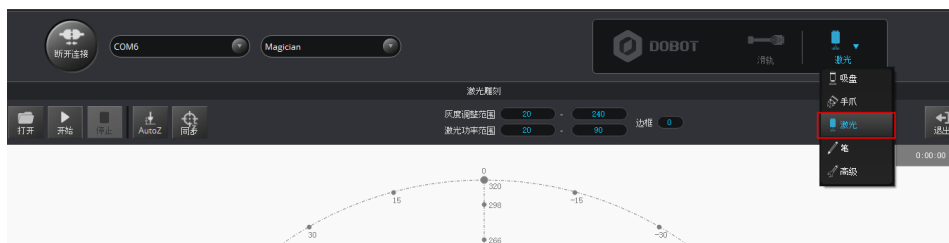

图 5.78 选择末端为激光
**步骤 1** 在“激光雕刻”界面选择末端为“激光”，如图 5.78所示。